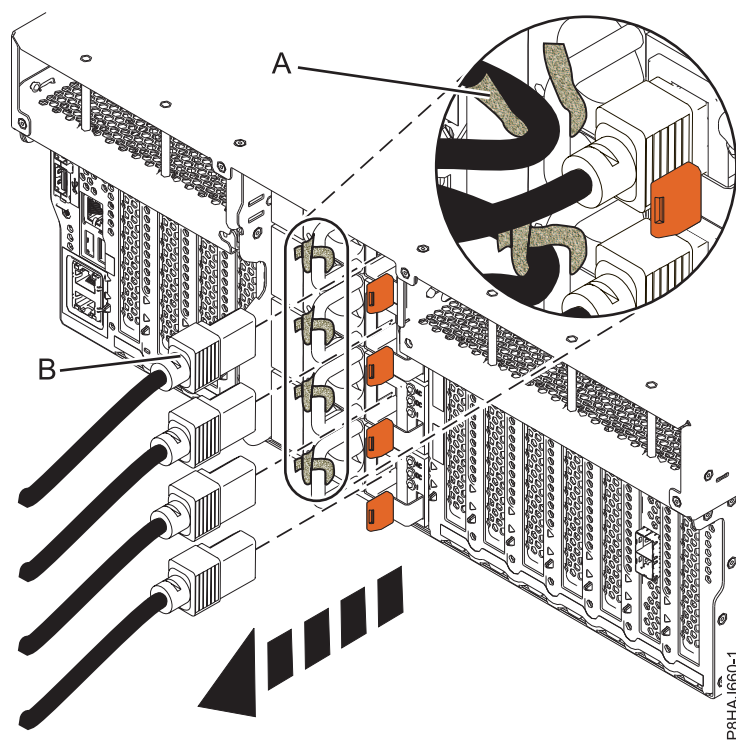
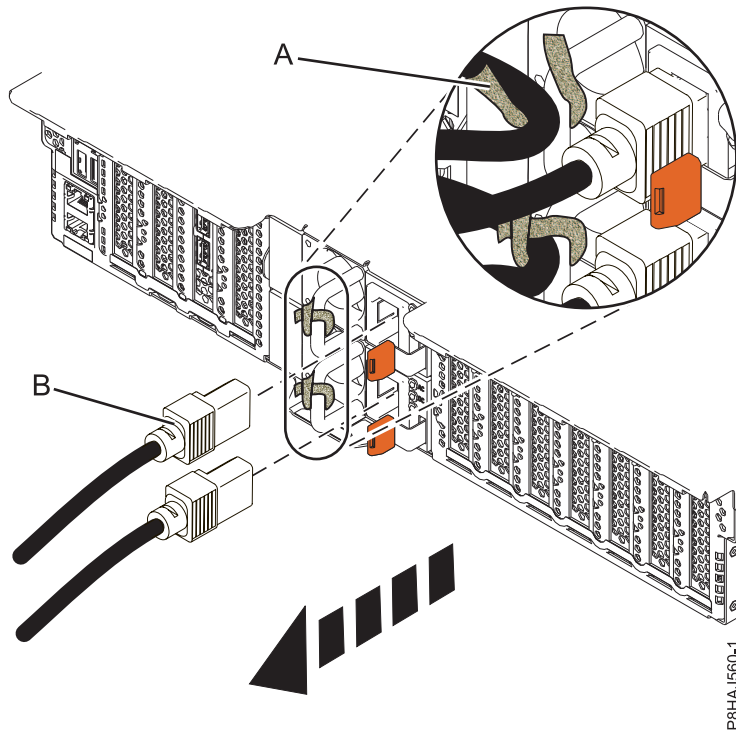
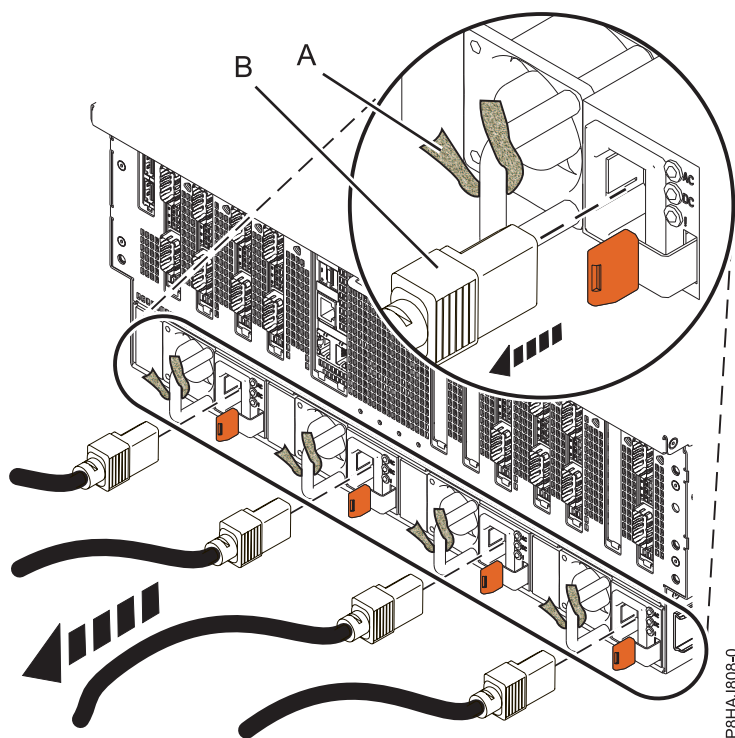

Figura 46. Extracció dels cables d'alimentació d'un sistema 8247-42L, 8286-41A o 8286-42A
Figura 47. Extracció dels cables d'alimentació d'un sistema 5148-21L, 5148-22L, 8247-21L, 8247-22L, 8284-21A, o 8284-22A
Figura 48. Extracció dels cables d'alimentació d'un sistema 8408-44E o 8408-E8E
3. Desconnecteu els cables d'alimentació (**B**) de la unitat del sistema. Consulteu Figura 46 a la pàgina 95, Figura 47 a la pàgina 95 o Figura 48 a la pàgina 96 depenent del tipus de sistema que tingueu.